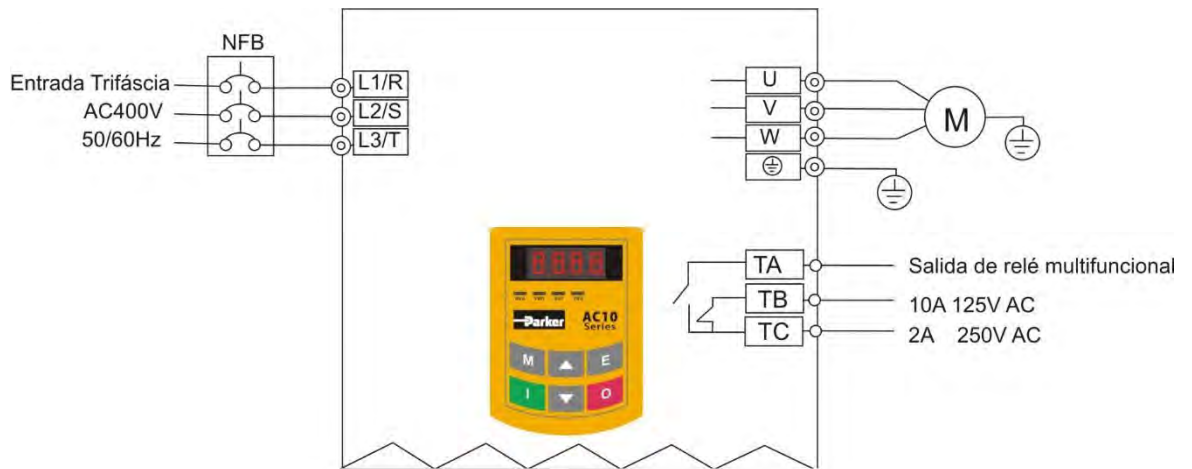

Figura 8-1 Diagrama de cableado 1
- i. Conecte los cables según la Figura 8-1. Después de comprobar que la conexión es correcta, encienda el aislador y el inversor;